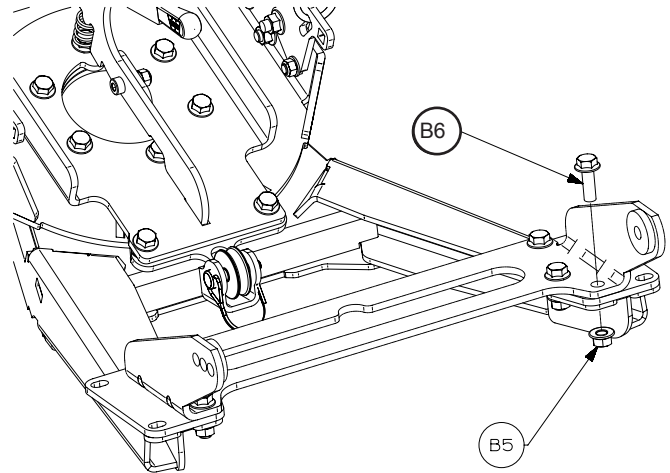

Figura 7
11. La base de fijación se encuentra en el conjunto de montaje de la pala de empuje del vehículo. Sitúe la base de fijación de la pala hacia el conjunto del tubo de empuje. Fije con los aseguradores (B5, B6) como se muestra en la figura 7. Apriete los aseguradores según las especificaciones de par de torsión indicadas.
12. Instale el ensamblaje de la polea (A9) utilizando el pasador que viene con el conjunto de la misma. Consulte la Figura 7